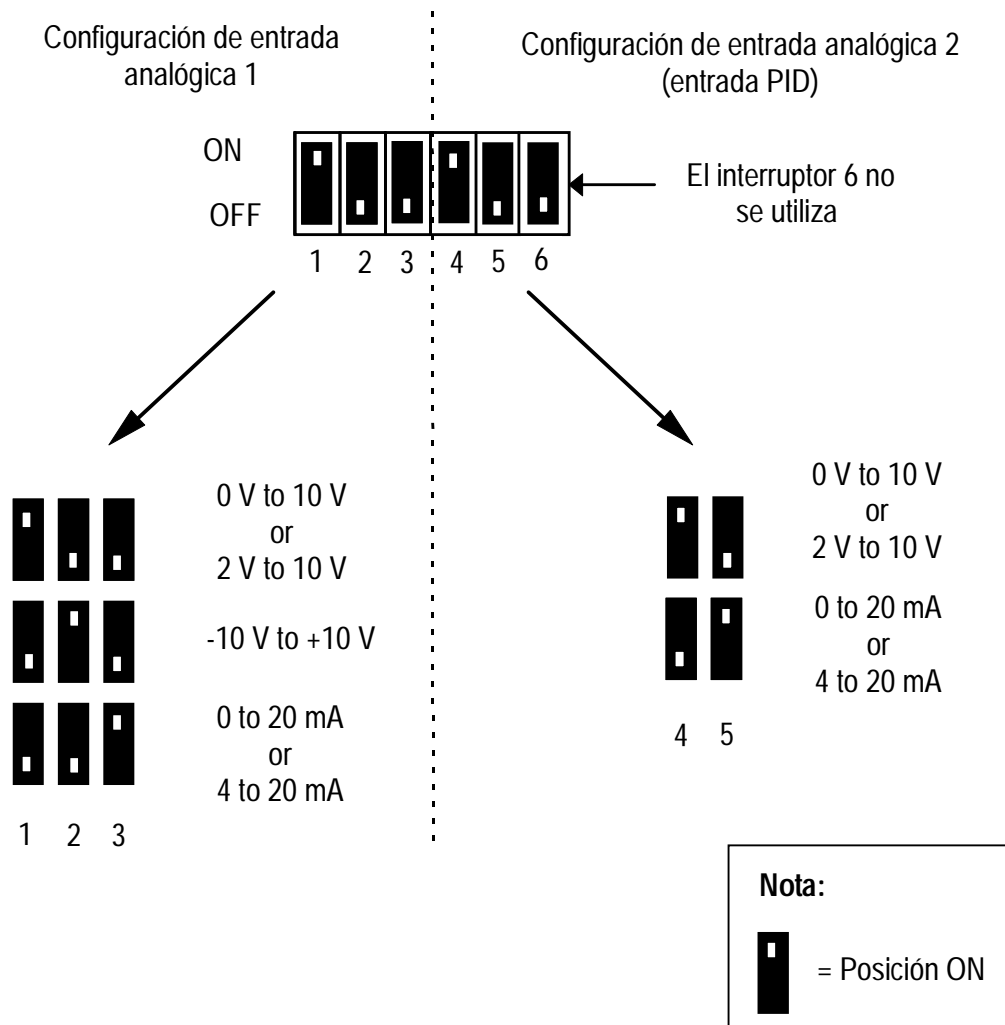
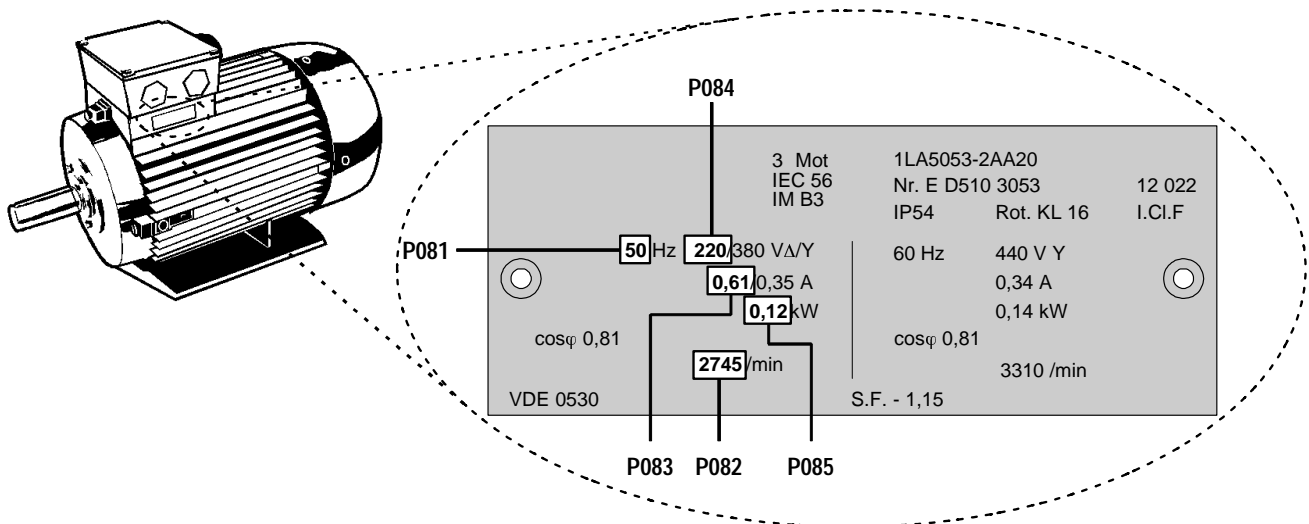

Figura 16. Interruptores DIP
Figura 17: Ejemplo típico de placa de características de un motor
Los interruptores DIP realizan la selección entre entradas analógicas de tensión (V) y de intensidad de corriente (I). Asimismo, realizan la selección entre una señal de retroalimentación PID de tensión o de intensidad de corriente (véase la figura 16: Interruptores selectores DIP). Sólo se puede tener acceso a estos interruptores cuando:
Los cinco interruptores DIP se han de ajustar de acuerdo con P023 o P323 según vaya a ser el funcionamiento del convertidor. La figura 16 que sigue a continuación, muestra los ajustes de los interruptores para los diferentes modos de funcionamiento.
- (1) El convertidor no posee un interruptor principal de alimentación y, por lo tanto, está bajo tensión cuando se conecta a la red. La salida de potencia permanece desactivada hasta que se pulsa el botón de MARCHA o hasta que se produce la presencia de una señal digital de ON en el borne 5 (giro horario) o en el borne 6 (giro antihorario) - consulte los parámetros P051 - P055 y P356.
- (2) Si se selecciona la opción de visualización de la frecuencia de salida (P001 = 0), la consigna correspondiente se visualizará cada 1,5 segundos aproximadamente cuando el convertidor está parado.
- (3) El convertidor se programa en fábrica para aplicaciones con motores normalizados estándar Siemens. Si se utilizan otros motores, es necesario introducir las especificaciones indicadas en la placa de características del motor en los parámetros P080 a P085 (consulte la figura 17). **Obsérvese que el acceso a estos parámetros no es posible salvo que P009 se haya ajustado a 002 ó 003.**
6. Ajustar los parámetros P080 a P085 de acuerdo con los datos de la placa del motor (*ver figura 17*).
- (3) Ajuste los interruptores selectores DIP 1, 2 y 3 de configuración de entrada analógica 1 para entrada de tensión (V) (*véase la figura 16, sección 4.1.2*).
- (4) Fije todas las tapas al equipo y, a continuación, aplique la alimentación de la red al convertidor. Ajuste el parámetro P009 a 002 o 003 para que puedan ajustarse todos los parámetros.
- (5) Ajuste el parámetro P006 a 001 para especificar consigna analógica.
- (6) Ajuste el parámetro P007 a 000 para especificar entrada digital (es decir, DIN1 (borne 5) en este caso) y desactivar los mandos del panel frontal.
- (7) Ajuste los parámetros P021 y P022 para especificar los ajustes de la frecuencia máxima y mínima de salida.
- (8) Ajuste los parámetros P080 a P085 de acuerdo con la placa de características del motor. (*véase la figura 17*).
- (9) Sitúe el interruptor externo de conexión/desconexión en la posición ON. Gire el potenciómetro (o ajuste la tensión de control analógico) hasta que se visualice en el convertidor la frecuencia deseada.